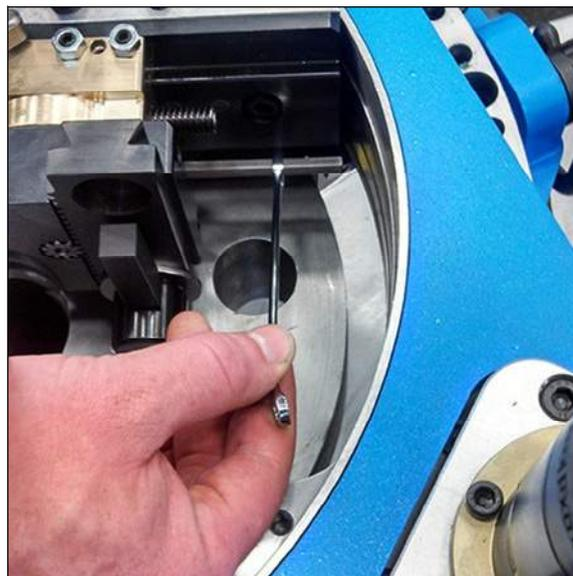

FIGURE 3-26. TOURNER L'ARBRE D'ENTRAÎNEMENT DE L'AVANCE AXIALE POUR AJUSTER LA HAUTEUR DE L'OUTIL (FF1200 ILLUSTRÉE)
4. Utiliser la clé 1/4" fournie pour tourner l'arbre d'entraînement de l'avance axiale pour ajuster la profondeur de l'outil (Figure 3-26).